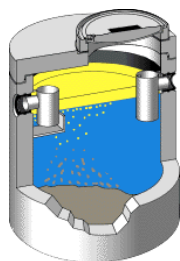

Abbildung 2
Im Handel werden in jüngster Zeit überwiegend sog. Kompaktanlagen angeboten, bei denen sich Schlammfang und Fettabscheider in einem Bauteil befinden (Abbildung 2).
Der Schlammfang, der einem Fettabscheider vorgeschaltet werden muss, kann entweder als separates Bauteil oder integriert in den Abscheider gewählt werden (sog. Kompaktanlage, Abbildung 2). Schlammfänge und Fettabscheider werden sowohl für den Erdeinbau als auch zur freien Aufstellung in frostgeschützten Räumen hergestellt. Als Werkstoffe für Abscheideranlagen kommen in Frage: Gusseisen, Stahl, Beton/Stahlbeton, Polyethylen (PE) und glasfaserverstärkte Kunststoffe (GFK). Aufgrund der Aggressivität der Fettsäuren müssen die schmutzwasserberührenden Flächen mit einem dauerhaften Schutz versehen sein (z. B. durch entsprechende Auskleidungen oder Anstriche) oder aus beständigem Material bestehen (z. B. aus PE). Achten Sie beim Kauf einer Abscheideranlage darauf, dass diese eine CE-Kennzeichnung auf Grundlage der EU-Bauproduktenverordnung (Verordnung [EU] Nr. 305/2011) trägt.